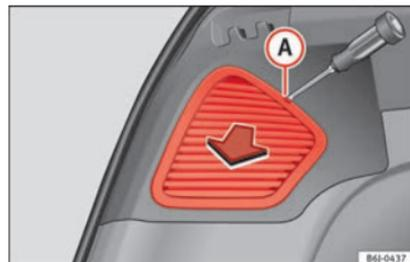

Fig. 198 Feux latéraux.
- Retirez ce cache à l'aide d'un tournevis à tête plate placé dans la rainure indiquée (A) »» fig. 198.